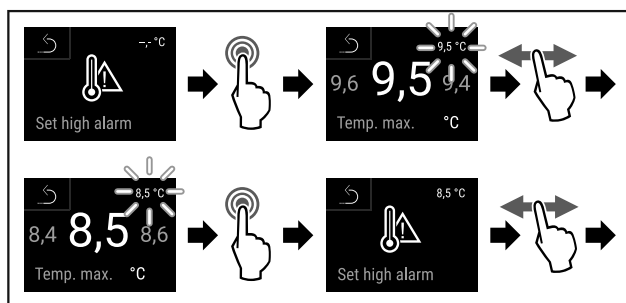

Fig. 141
- ▶ Eseguire i passi (vedere Fig. 141).